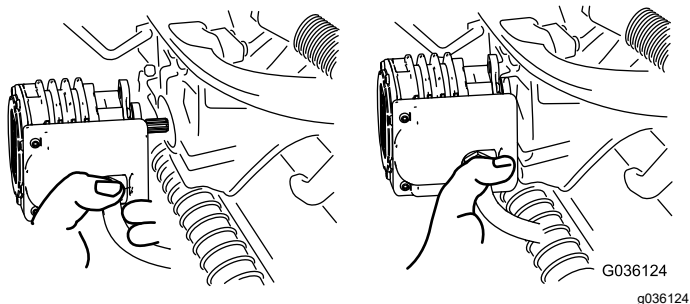

Figura 57
5. Amplasați motorul în locul de depozitare din partea din față a braului de suspensie (Figura 57).